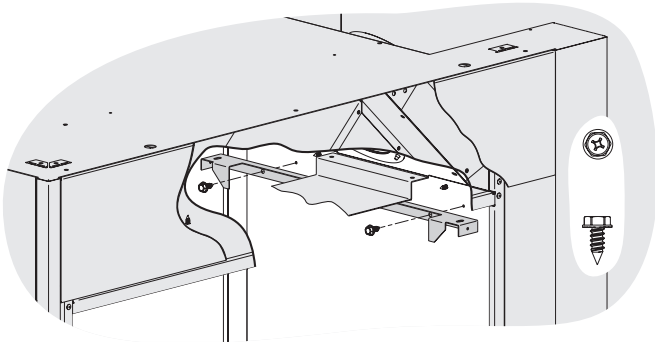

Figure 4
7. Fixer un second support de la garniture brique au haut de la paroi de l'âtre à l'aide de deux vis à tôle métallique comme montré à la **Figure 4**.